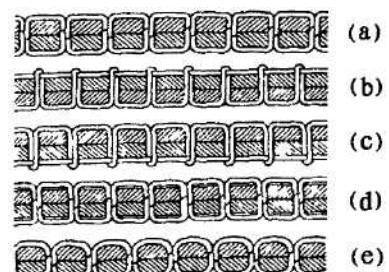

Рис.26.
(рис. 26)
На рис. 26 показаны различные типы стежков.
(3) Стежки неправильной формы показаны на рис. 26 (д) (е). Регулировка осуществляется вышеописанным способом.